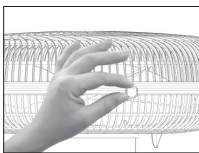

Figura 07
9. Pressionar a borda da grade frontal contra a borda da grade traseira em todo o contorno para garantir o travamento perfeito das grades (figura 07)